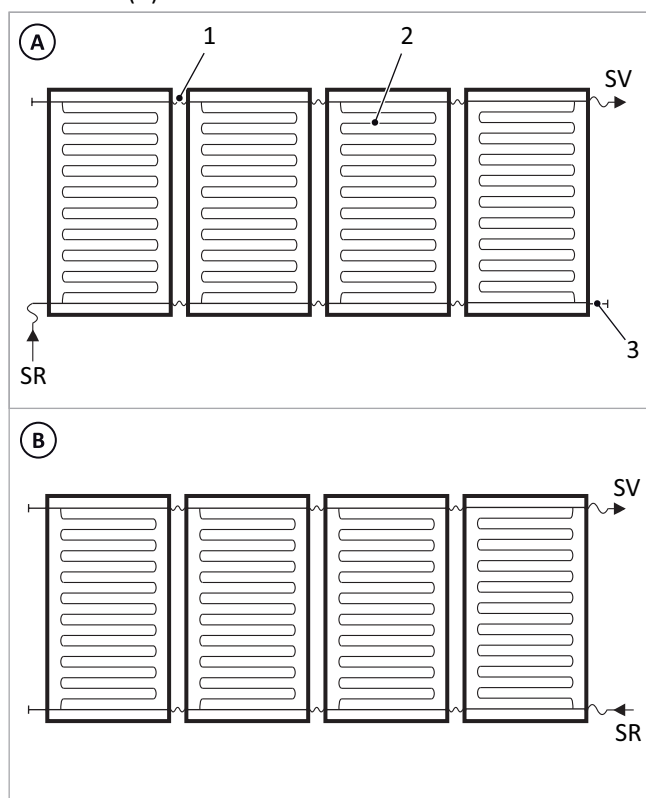

Abb. 9: wechelseitiger Anschluss bei 1-9 Kollektoren (A), einseitiger Anschluss bei Kollektorfeldern aus bis zu 6 Kollektoren (B)
In einer Reihe installierte Kollektoren sind beim Verteilmäander automatisch parallel geschaltet, wobei Reihen von bis zu 9 Kollektoren möglich sind. Der Anschluss erfolgt vorzugsweise diagonal: rechts unten - links oben oder links unten - rechts oben → *Abb. 9 (A)*. Die nicht verwendeten Anschlüsse werden mit Blindstopfen verschlossen.
Bei max. 6 Kollektoren ist ein einseitiger Anschluss möglich → *Abb. 9 (B)*.
- Beim ersten und letzten Kollektor einer Reihe die Ausrichtung beachten! Die mit einem Hinweis gekennzeichnete Längsseite muss jeweils nach außen zeigen (vgl. → *Abb. 9 (A)* und *Abb. 10*). Dafür den Kollektor ggf. um 180° drehen. Bei innerhalb einer Reihe montierten Kollektoren ist die Ausrichtung beliebig.